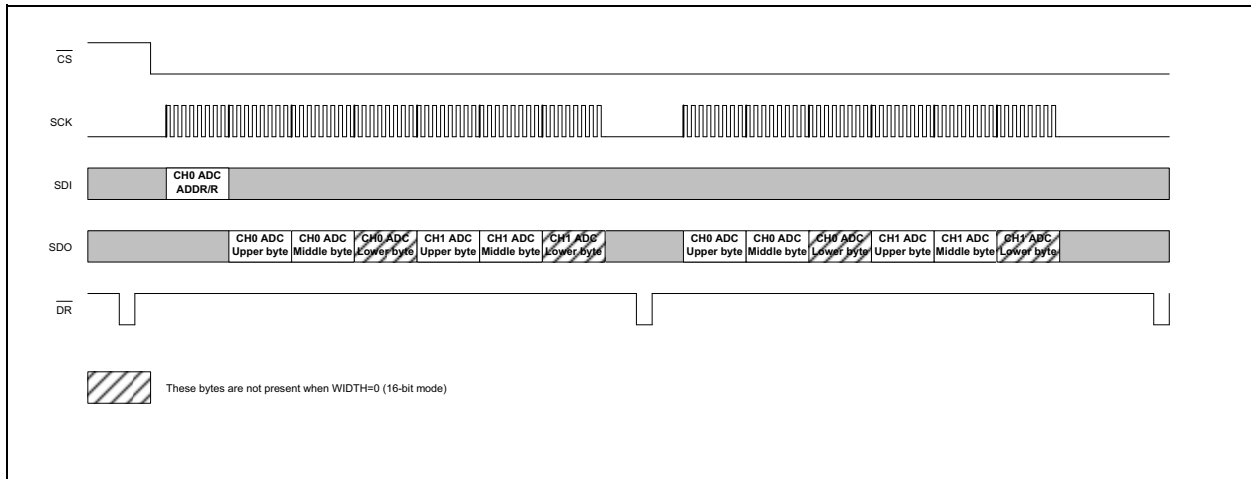

图 6-6: 典型的连续读通信
- 在一次通信中写所有配置寄存器 (见图 6-6)
建议在上电后，将两个 ADC 置于 ADC 复位模式，因为所需的 MCP3901 寄存器也可能并未处于默认设置。此时 ADC 会输出非期望的数据。在 ADC 复位模式（RESET<1:0>=11），用户可使用单次通信而对整个器件进行配置。写命令将自动递增地址，因此用户可在一个通信中开始写 PHASE 寄存器并结束写 CONFIG2 寄存器而完成整个配置（见图 6-6）。CONFIG2 寄存器中的 RESET<1:0> 位允许退出软件复位模式，并仅使用一个命令对整个器件进行配置并准备好运行。